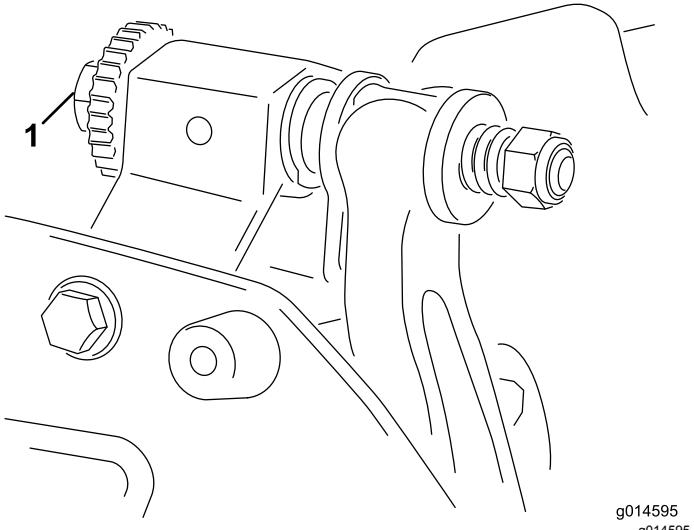

Figura 4
6. Rode o parafuso de ajuste da barra de apoio direita (Figura 4) até sentir uma leve pressão no calço deslizando-o de um lado para o outro. Retire o calço.